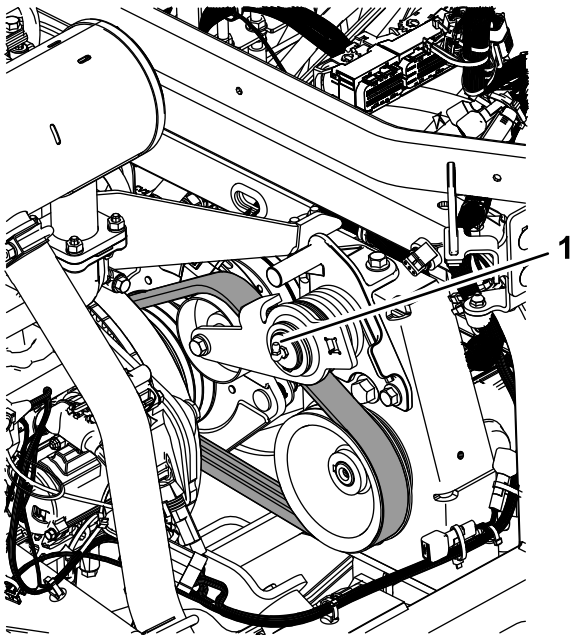

Figure 43
- Bras de poulie de tension (Figure 43)